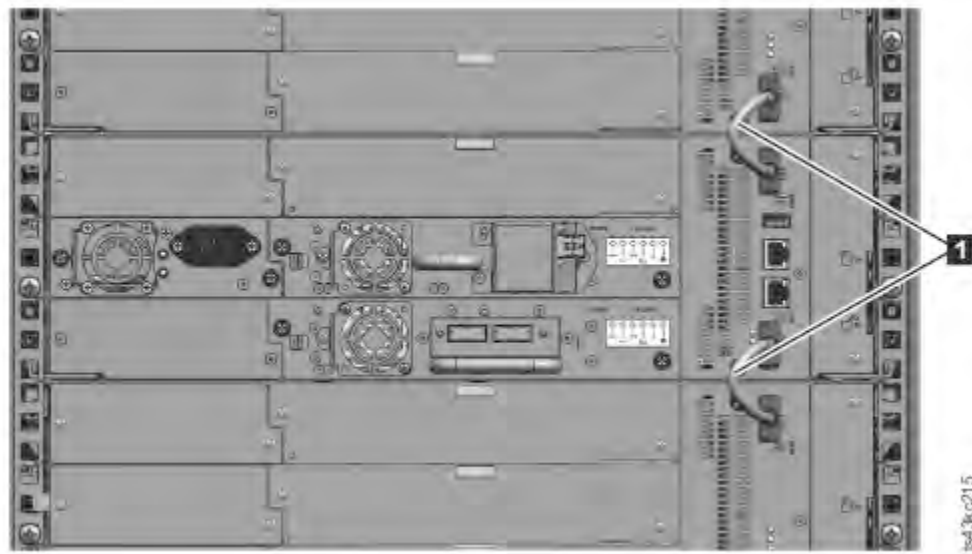

Figura 48. Módulos conectados
5. Desde la parte posterior de la biblioteca, conecte los módulos de cada par a su módulo adyacente utilizando los cables de interconexión de expansión **(1)** como se muestra en Figura 48 en la página 66.